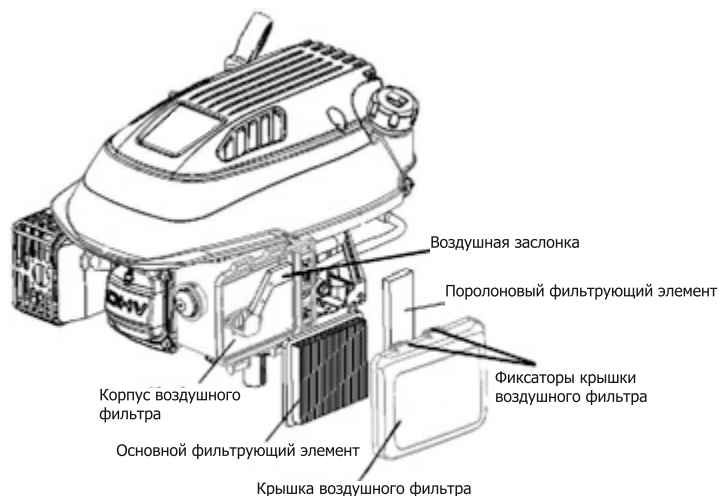

Рис. 32
- Нажмите на фиксаторы крышки воздушного фильтра и снимите ее (рис. 32).